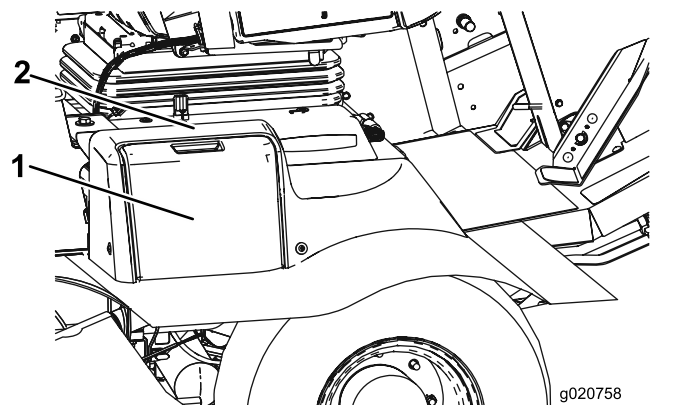

Figura 85
1. Aprite il coperchio della batteria sul lato della copertura (Figura 85).
Nota: Premete sulla superficie piatta sopra il coperchio della batteria per facilitare la rimozione del coperchio (Figura 85).